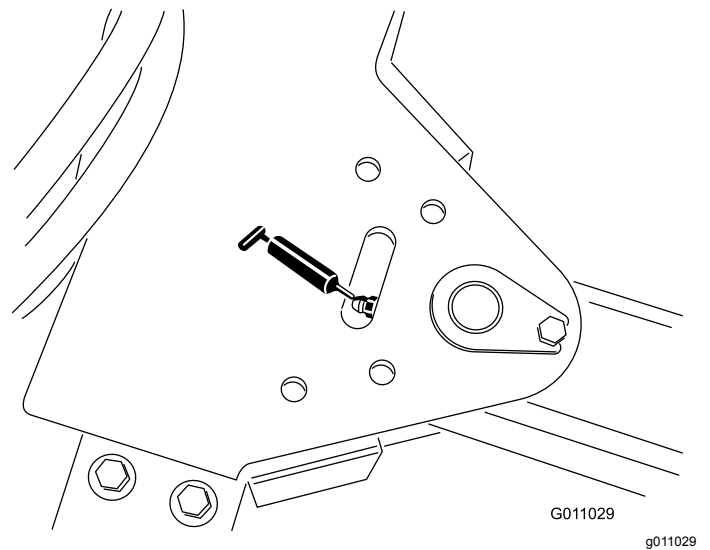

Bild 37
- Anhängerkupplungsgelenk (1) (Bild 37)